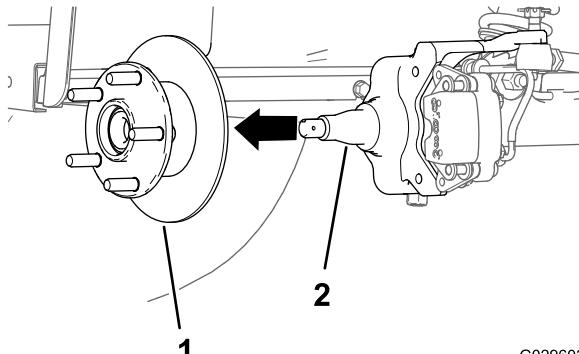

Figura 29
6. Rimuovete il dado del mandrino dal mandrino e separate il gruppo mozzo e rotore dal mandrino (Figura 28 e Figura 29).